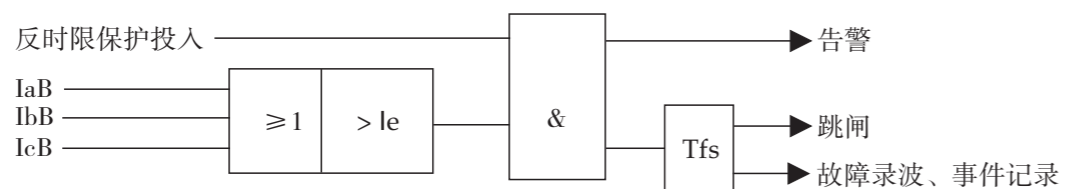

图12-3 反时限过流保护逻辑框图
- YZ100-JXZF出口信号回路原理图（附图12-3）；
附图12-3: YZ100-JXZF出口信号回路原理图